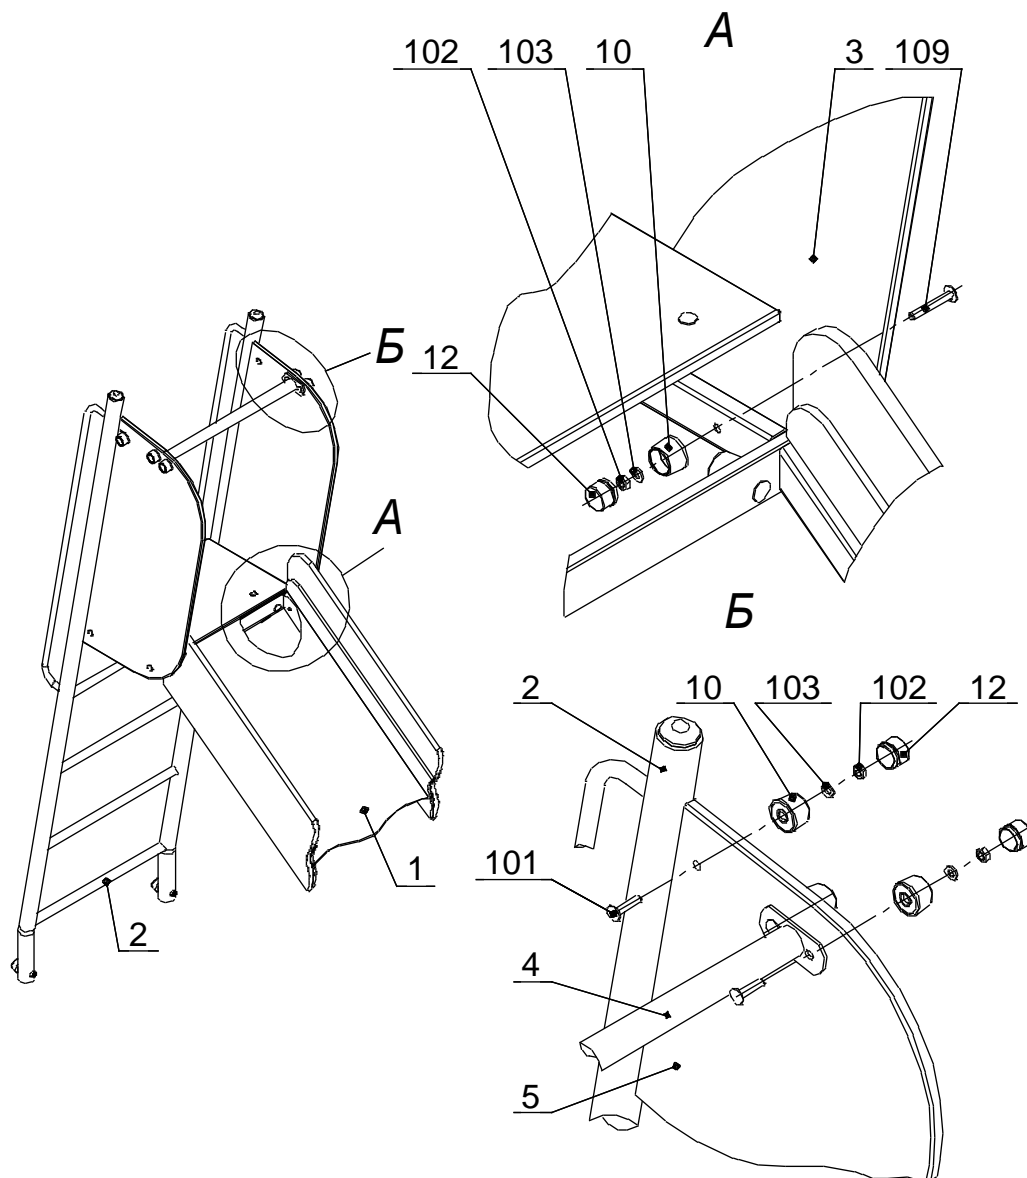

Рис. 3.
10.3.2 Собрать Горку согласно Рис. 3.